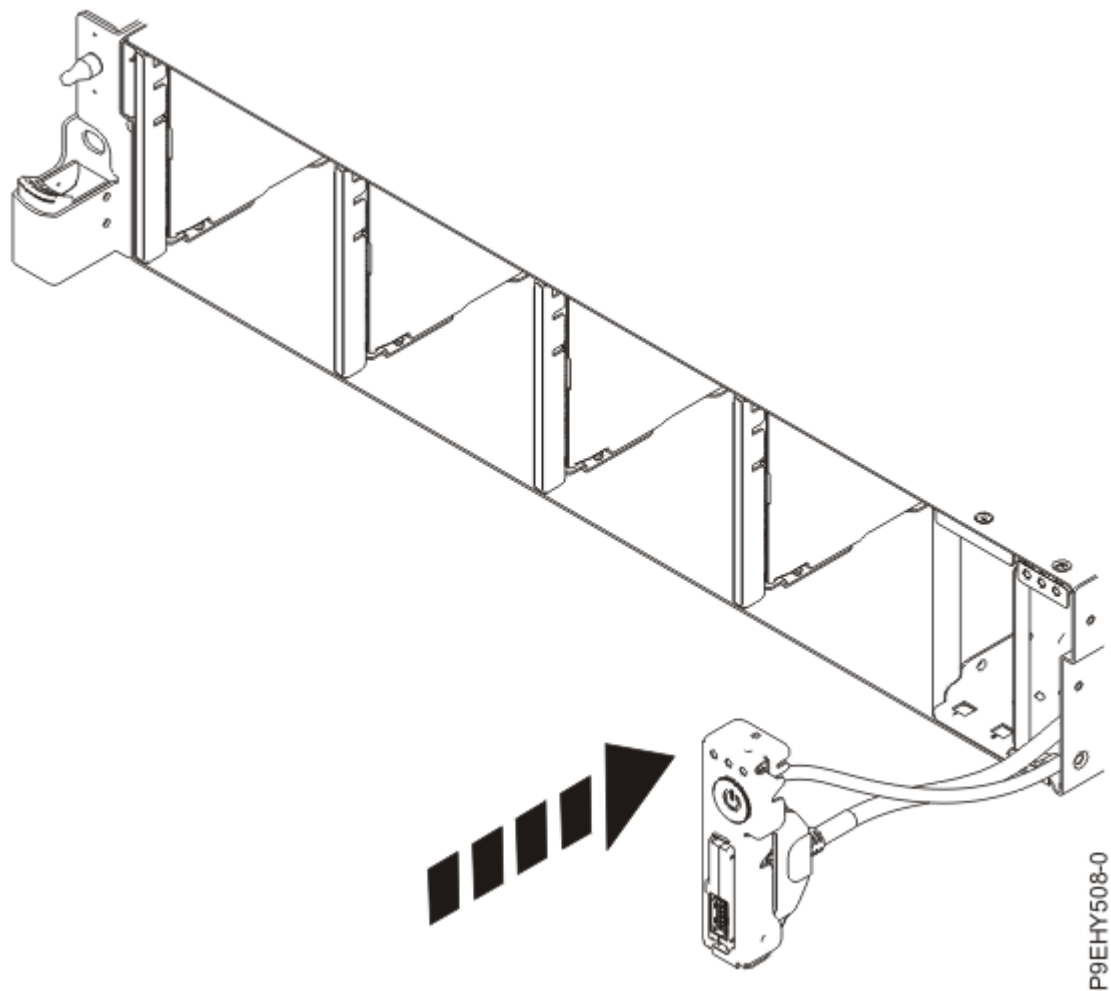

Figura 109. Sustitución del cable USB frontal en la placa posterior del sistema
4. Inserte el cable USB y el interruptor de alimentación y cable en el sistema, tal como se muestra en la Figura 109 en la página 125. Vaya con cuidado al hacer pasar los cables a través de la placa posterior del sistema.